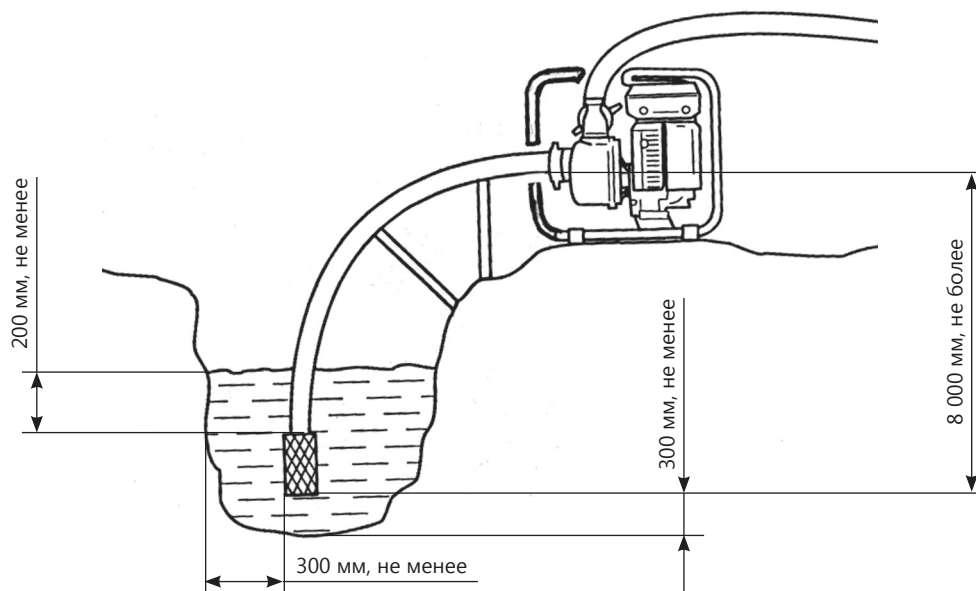

Рис. 4
- 6.7. Установить мотопомпу вблизи водоема (емкости); опустить фильтр всасывающего рукава в водоем, обеспечив вертикальное положение фильтра, как показано на рис. 4; отвернуть верхнюю пробку 10; залить через воронку чистую воду до полного заполнения внутренних полостей насоса, напорный рукав у патрубка при этом должен быть выше на 70—100 мм от корпуса насоса. Признаком полного заполнения является отсутствие выхода воздушных пузырьков из корпуса. Плотнo от руки заверните пробку 10. Мотопомпу установить на ровную площадку с минимально возможным наклоном относительно горизонтальной поверхности, но не более 10° во избежание поломки двигателя из-за недостаточной смазки.
- установить мотопомпу как показано на рис. 4;